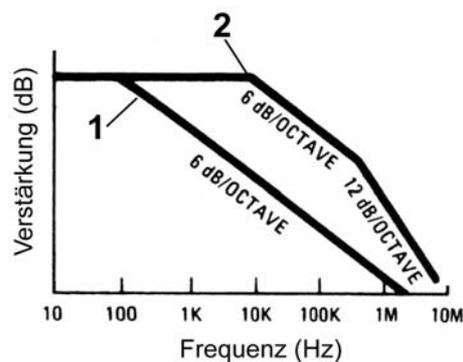
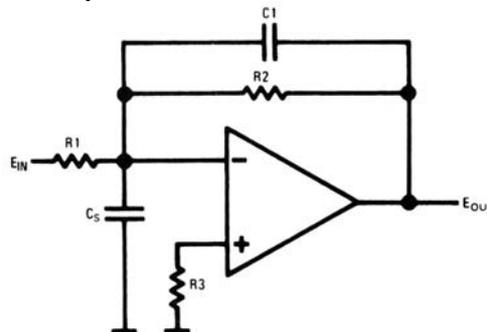

Abb. 5.41 Amplitudengänge im Vergleich (nach National Semiconductor)
Abb. 5.43 Kompensation der eingangsseitigen Streukapazität (nach National Semiconductor).
Fällt der Amplitudengang im Bereich der Verstärkung 1 bzw. des Schnittpunktes steiler ab, wird das System hinsichtlich der Stabilität bedenklich, wenn nicht gar definitiv instabil (Abbildung 5.41).
Abb. 5.40: Der Amplitudengang des Verstärkers geht mit -40dB/Dekade durch den Schnittpunkt. Das ist zu steil (vgl. Kurve 2 in Abbildung 5.41). Da nützt es auch nichts, daß der Amplitudengang von $1/\beta$ konstant bleibt.
Die Kapazitäten führen dazu, daß die Verstärkung mit wachsender Frequenz steiler abfällt. Tritt dieser Abfall auf, bevor die Verstärkung den Wert 1 (0 dB) erreicht (vgl. das Abknicken von Kurve 2 in Abbildung 5.41), so kann die Anordnung instabil werden. Abbildung 5.43 zeigt eine Möglichkeit, den Einfluß der Streukapazität C_S zu kompensieren.
- Hochohmige Gegenkopplungswiderstände. Abhilfe: gemäß Abbildung 5.43.
- Hochohmige Widerstände am nichtinvertierenden Eingang. Der differentielle Eingangswiderstand des Verstärkers nimmt bei hohen Frequenzen ab (vor allem bei bipolaren Typen), so daß der außen angeschlossen Widerstand den Frequenzgang unerwünscht beeinflussen kann (Richtwert: von etwa $10\text{ k}\Omega$ an aufwärts). Abhilfe: mittels Bypass-Kondensator (beispielsweise in Abbildung 5.43 parallel zu R_3).
Der Grundgedanke: die Abschwächung der Verstärkung muß geringer sein als 12 dB/Oktave = 40 dB/Dekade, wenn sich der Amplitudengang der Verstärkung 1 (0 dB) nähert. Die Frequenzgangkorrektur soll praktisch aus einem Amplitudengang ähnlich der Kurve 2 in Abbildung 5.41 einen gemäß Kurve 1 machen.